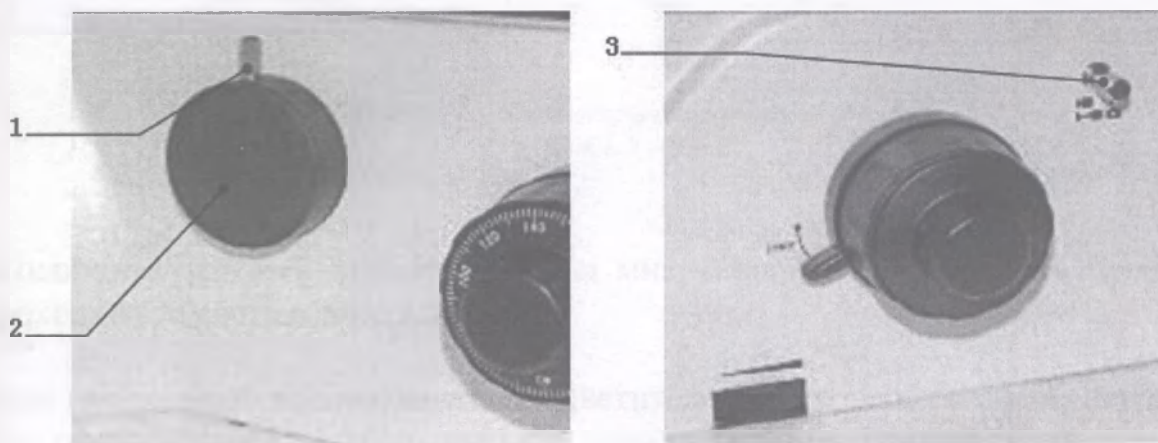

Рисунок 11. Фото-порт
Микроскоп оснащен фото-портом, позволяющим подключать фото или видеокамеры. Для подключения камеры освободите винт (1) фото-порта и удалите заглушку (2). Присоедините поставляемый отдельно переходник для камеры и закрепите его винтом (1). Переведите рукоятку переключения фото-порта (3) в положение «камера». Световой поток будет направлен в камеру через фото-порт. Для получения парфокального (одинаково резкого) изображения на камере и в окулярах используйте регулировочную резьбу переходника для подстройки резкости на камере при установленном фокусе в окулярах. Рисунок 11.